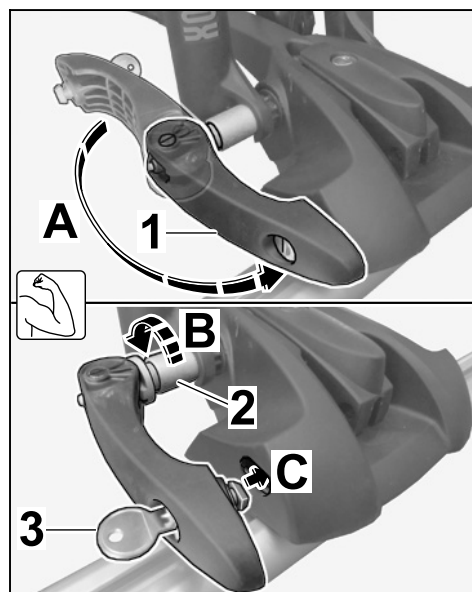

Figura 33
7.3.3 Abatir la palanca tensora con fuerza hacia el alojamiento para la horquilla de la rueda delantera (⇒ *Figura 33 -A-*).
En caso de ejercer demasiada fuerza: Aflojar el casquillo de ajuste una o dos vueltas (⇒ *Figura 33 -B-*). Abatir la palanca tensora con fuerza hacia el alojamiento para la horquilla de la rueda delantera (⇒ *Figura 33 -C-*).